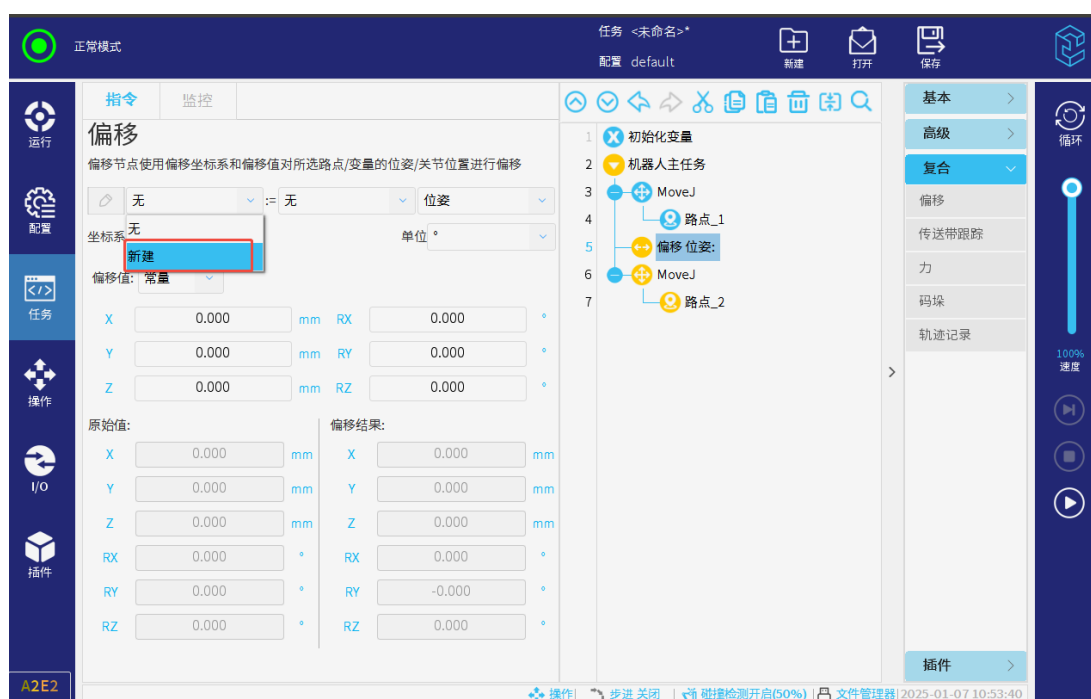

图 3-112: 新建任务变量
- 若需新建任务变量，则点击首行第一个下拉框，选择“新建”，即可新建任务变量，如图 3-112所示。